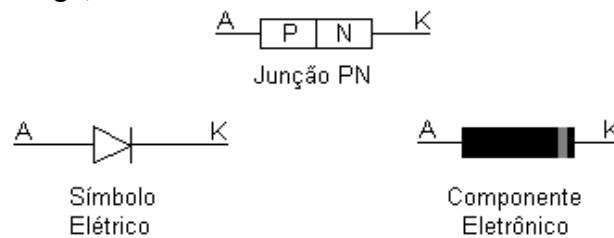

Figura 4.5 - Símbolo elétrico do diodo semiconductor
Na Figura 4.5 apresenta-se o símbolo elétrico do diodo semiconductor e o componente eletrônico, propriamente dito. No lado P do diodo semiconductor conecta-se um terminal que recebe o nome de *ânodo* (A). Já no lado N, o terminal é denominado de *cátodo* (K).